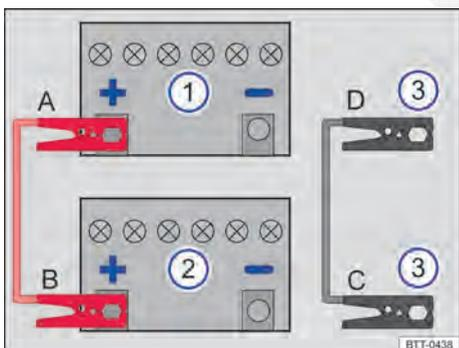

Fig. 228 Esquema para a conexão dos cabos auxiliares de partida no veículo que presta auxílio à partida.
Legenda para Fig. 228:
Conectar o cabo auxiliar de partida somente na sequência **A – B – C – D** ⇒ Fig. 228.
- Conectar uma extremidade do cabo auxiliar de partida *vermelho* ao polo positivo (+) do veículo com a bateria do veículo descarregada ⇒ Fig. 228 ⇒ .
- Conectar a outra extremidade do cabo auxiliar de partida *vermelho* ao polo positivo (+) da bateria do veículo fornecedora de corrente ⇒ Fig. 228 .
- Conectar uma extremidade do cabo auxiliar de partida *preto* ⇒ Fig. 228 ③, de preferência, num ponto de auxílio à partida (ponto de aterramento), ou então, na argola de reboque dianteira rosçada, conectar uma peça metálica maciça firmemente aparafusada com o bloco do motor ou no próprio bloco do motor.
- Conectar a outra extremidade do cabo auxiliar de partida *preto* ⇒ Fig. 228 ③ no veículo com a bateria descarregada, de preferência, ao ponto de auxílio à partida (ponto de aterramento) ⇒ Página 372 ou então na argola de reboque dianteira aparafusada ⇒ Página 374, numa peça metálica maciça firmemente aparafusada com o bloco do motor ou no próprio bloco do motor ⇒ ⚠.
- Com o motor em funcionamento, desconectar o cabo auxiliar de partida somente na sequência **D – C – B – A** ⇒ Fig. 228.